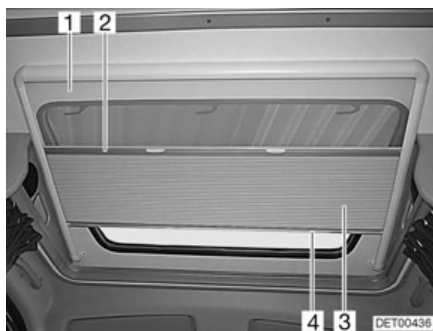

Fig. 58 Toit ouvrant
Le dispositif occultant plissé (Fig. 58,3) est relié de manière permanente à une moustiquaire (Fig. 58,1).
- Saisir la tige de fermeture (Fig. 58,4) du dispositif occultant plissé par le milieu et tirer avec précaution vers le bas.
- Ramener lentement le dispositif occultant plissé en arrière par la tige de fermeture (Fig. 58,4).
- Saisir la moustiquaire par le centre de la tige de fermeture (Fig. 58,2) et tirer avec précaution vers le bas.
- Ramener lentement la moustiquaire en arrière par la tige de fermeture du dispositif occultant plissé (Fig. 58,4).